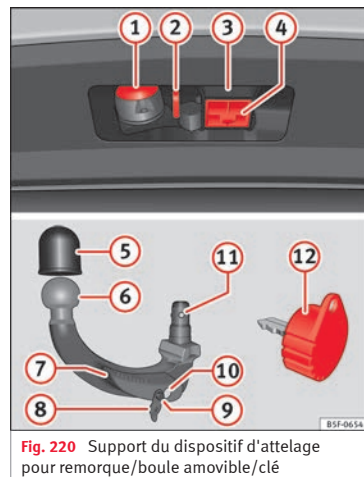

Fig. 220 Support du dispositif d'attelage pour remorque/boule amovible/clé
Légende de la » fig. 220
- Retirez le cache du logement du crochet (4) » fig. 220 vers le bas.